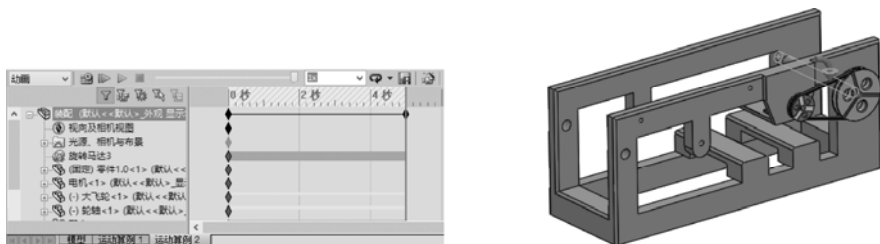

图 8-37 添加“旋转”马达创建“带轮”动画
STEP 3 最后切换到“运动算例”操控面板, 为一个带轮添加一旋转马达, 即可完成带轮动画的创作, 如图 8-37 所示。单击“播放”按钮即可播放带轮动画。